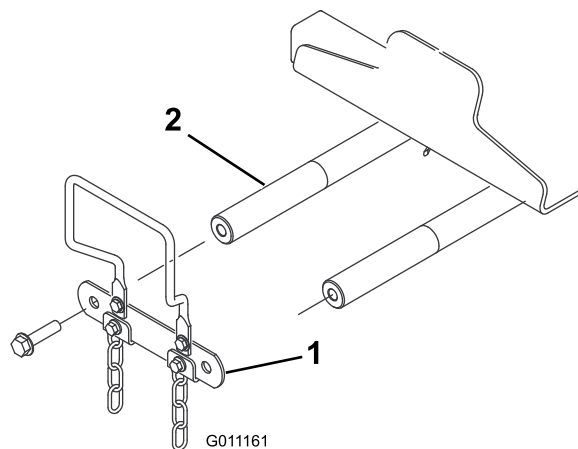

図 10
1. 昇降アームのピボット・シャフト・リンクとピボット・シャフトを分離（キャップスクリュー 2 個を外す）し、とりはずしたリンクとキャップスクリューは保管する（図 10）。